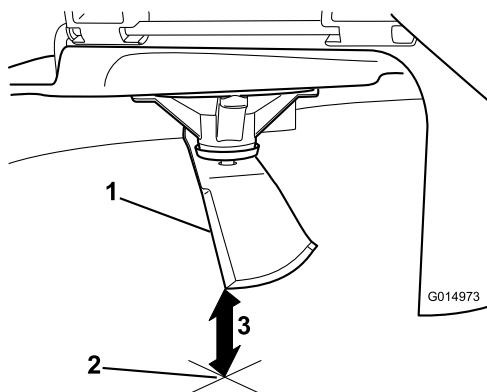

Figura 104
5. Misurate dalla punta della lama alla superficie piana (Figura 104).